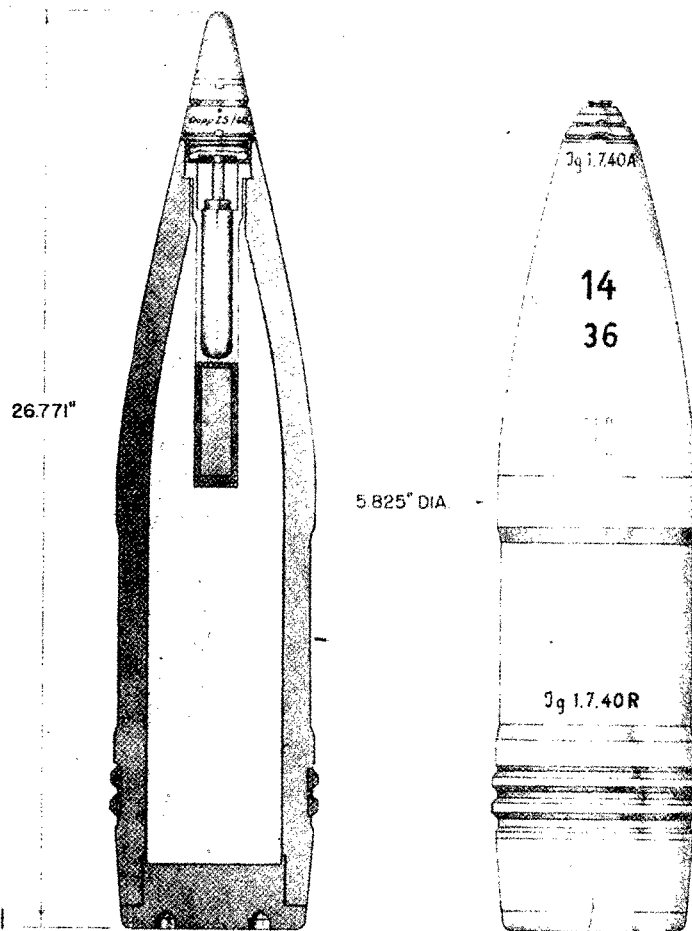

Figure 497—H. E. Projectile, Type 19 with Gaine 36, 150-mm 15-cm Gr. 19 mit Zdlg. 36
**GERMAN NOMENCLATURE:** 15-cm Gr. 19 mit Zdlg. 36 (Granate 19 mit Zundladung 36). (See fig. 497.)